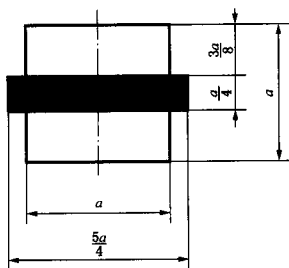
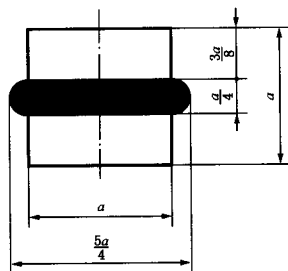
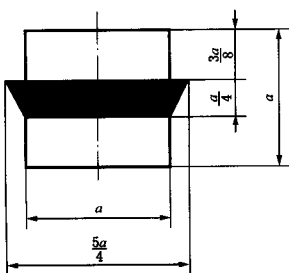
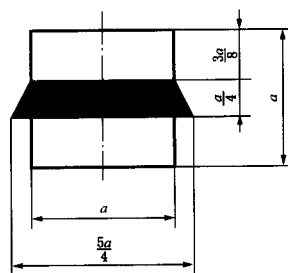

图 A.1
图 A.2
图 A.3
图 A.4
A.1.1 Y型封隔器如图 A.1 所示, K型封隔器如图 A.2 所示, Z型封隔器如图 A.3 和图 A.4 所示。